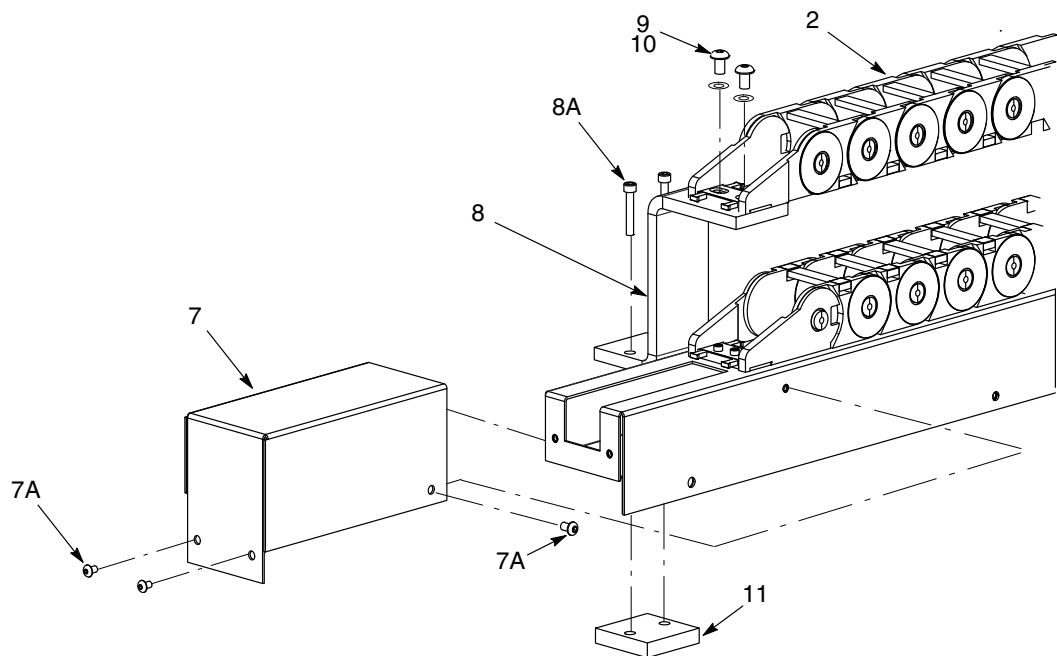

Figura 8 Instalación del soporte Z y la cubierta de la cadena de cable
- Ver la figura 8. Instalar el soporte Z (8) en el soporte de pistola y carro utilizando dos tornillos (8A).